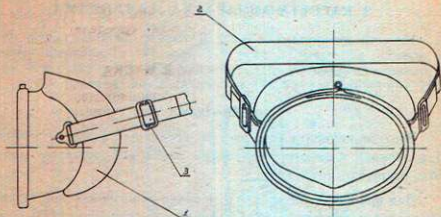

Рис. 9
4. Водолазная маска (см. рис. 9).
Водолазная маска (см. рис. 9) защищает глаза и нос водолаза во время плавания под водой. Для герметичного прилегания маски к лицу водолаза длина резиновой лямки (2) регулируется с помощью двух передвигающихся пряжек (3).